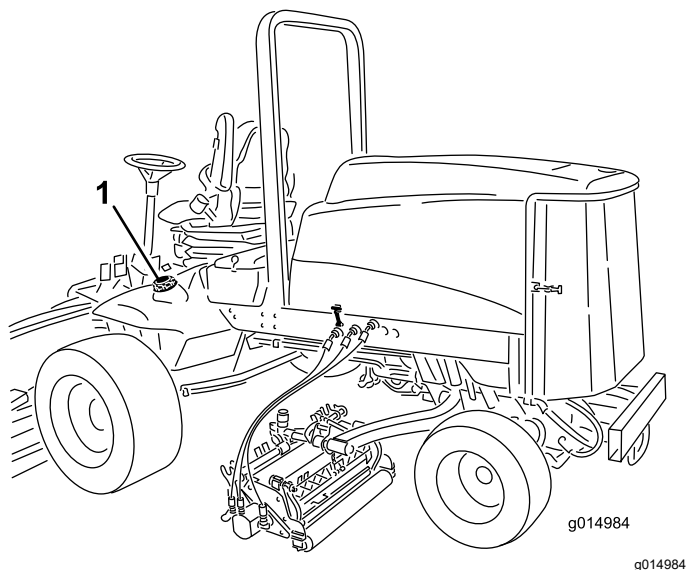

Figura 35
3. Retire a tampa do depósito de combustível (Figura 35).